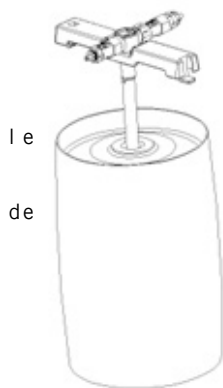

Fig.4
4. Orientez le tube de perçage de l'unité de perçage contre le bouchon sur le dessus au milieu du fût (Fig. 4). Selon le type de fût, il faut d'abord retirer le système de fermeture et/ou remplacer un bouchon, voir le chapitre « Bouchon du fût de bière ». Enfoncez rapidement le tube de perçage dans le fût jusqu'à ce que l'unité de perçage soit correctement enclenchée dans le fût.